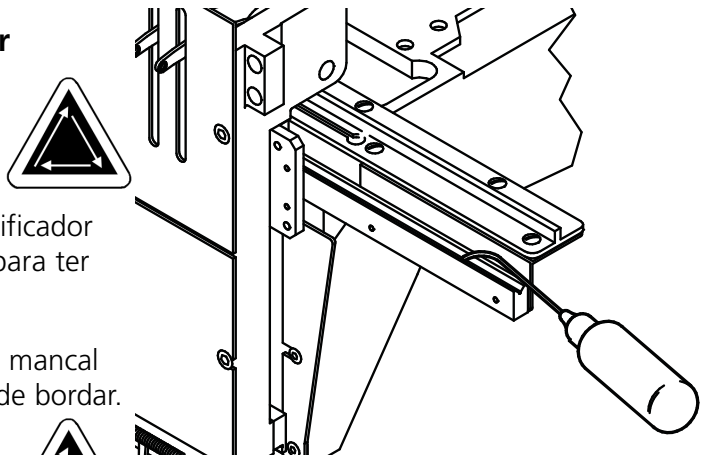

Figura 5-7
2. A Figura 5-7 mostra a pista do mancal com os painéis removidos. Insira o lubrificador através do furo com bucha vermelha para ter acesso a essa pista.